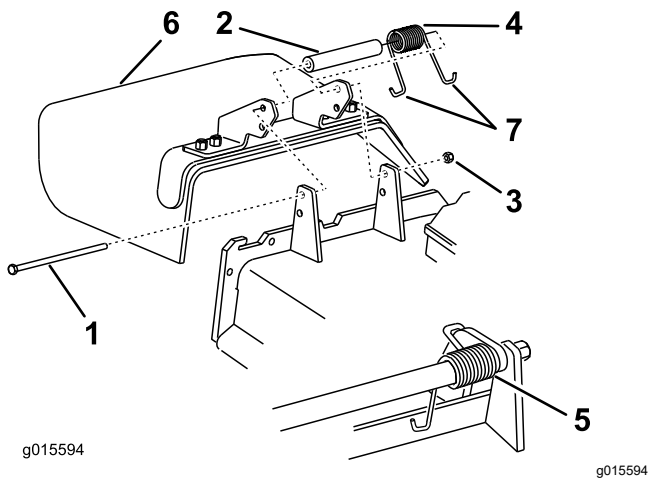

Figure 56
3. Retirez le contre-écrou, le boulon, le ressort et l'entretoise qui fixent le déflecteur aux supports de pivot (Figure 56).
4. Enlevez le déflecteur s'il est endommagé ou usé (Figure 56).
Remarque: Prenez soin de placer une extrémité en J du ressort derrière le bord du tablier avant de mettre le boulon en place, comme montré à la Figure 56.
8. Placez une extrémité en J du ressort autour du déflecteur d'herbe (Figure 56).